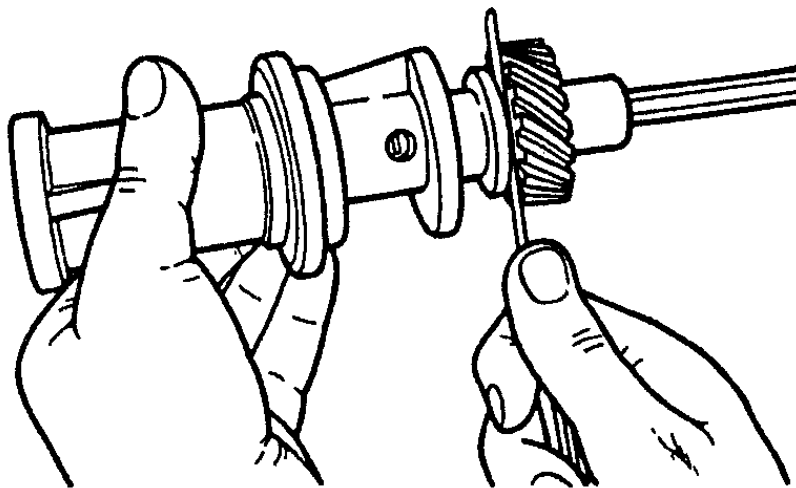

Рис.80. Проверка осевого зазора в приводе масляного насоса
4. Проверить лёгкость вращения валика от руки. Проверить щупом зазор между упорной шайбой и торцом шестерни привода (рис.80), который должен быть 0,15...0,40 мм.